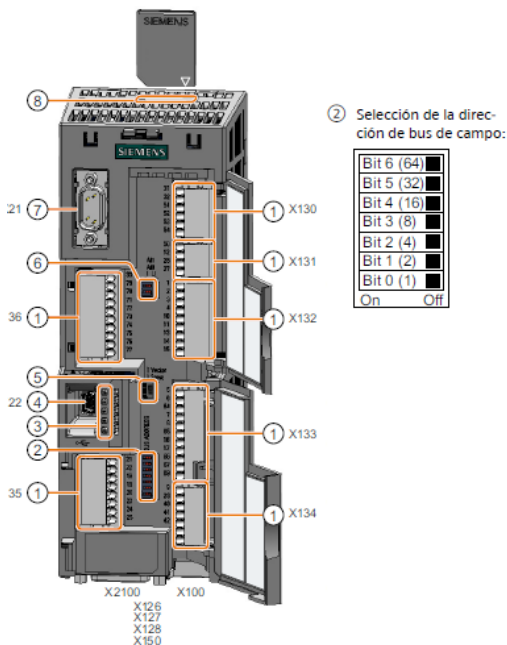

Figura 13. Accesos Online.
(1) Para realizar la configuración de la dirección Profibus, se debe abrir la tapa de la CU250S-2 DP en la cual se encuentra un “DIP - SWITCH”, el cual nos permite direccionar el variador (ver Figura 13).